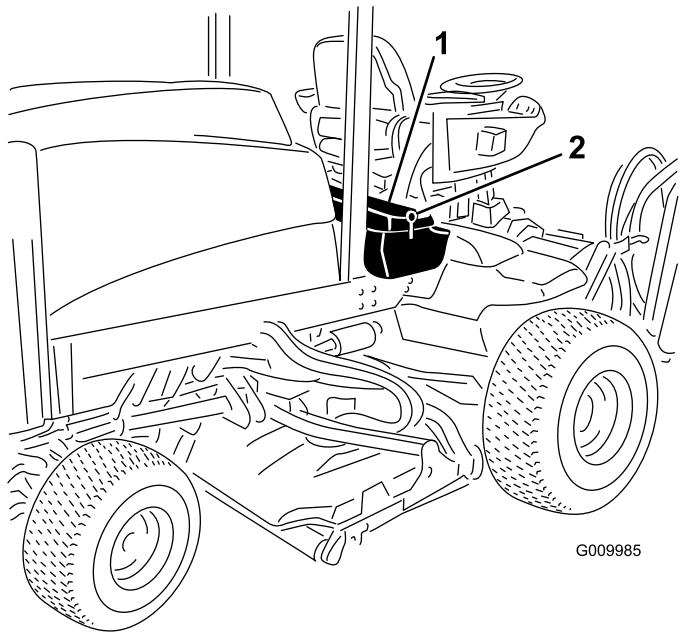
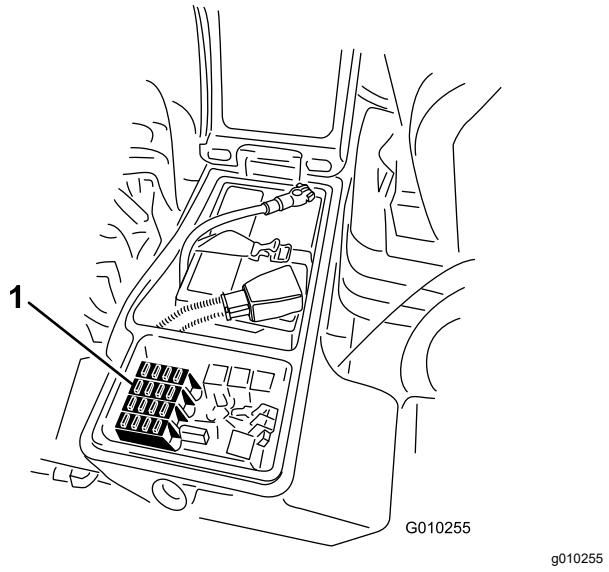

Bild 100
Bild 101
1. Lösen Sie den Riegel für die Abdeckung des rechten Ablagekastens und heben Sie die Abdeckung hoch (Bild 100).
- Lösen Sie den Riegel für die Abdeckung des rechten Ablagekastens und heben Sie die Abdeckung (Bild 100) hoch, um an den Sicherungsblock zu gelangen (Bild 101).
2. Wechseln Sie ggf. die offenen Sicherungen aus (Bild 101).
3. Schließen Sie die Abdeckung des rechten Ablagekastens und befestigen Sie die Abdeckung mit dem Riegel (Bild 100).